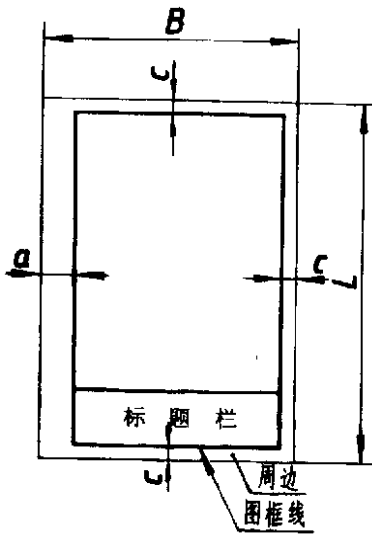
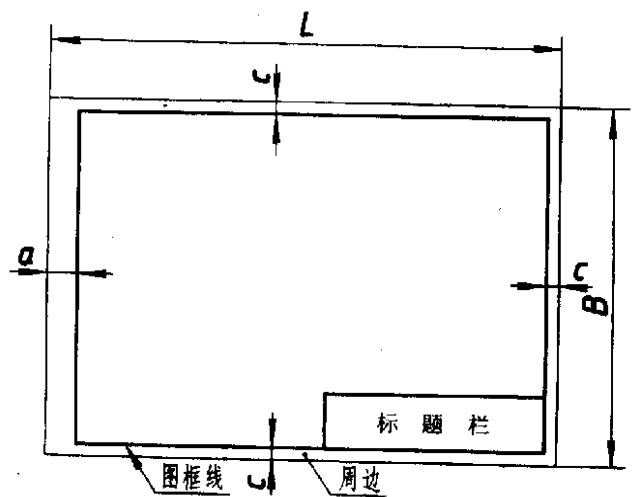
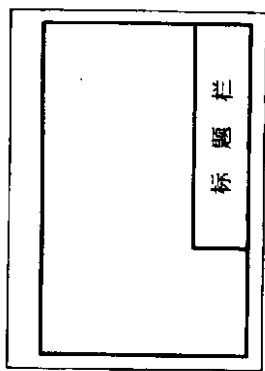
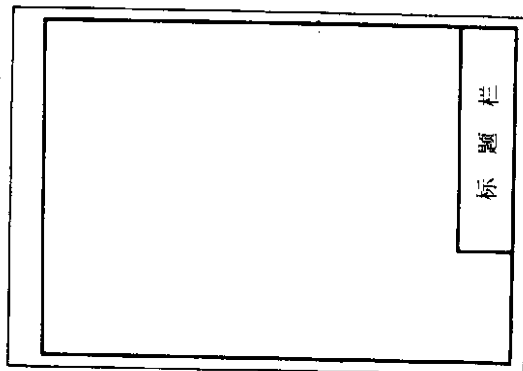

图 2
图 3
图 7
图 8
3.1 需要装订的图样，其图框格式如图 2、图 3 所示，尺寸按表中的规定。一般采用 A4 幅面竖装或 A3 幅面横装。
4.1 标题栏的位置应按图 2 ~ 5 所示的方式配置。必要时, 也可按图7、图8所示的方式配置。